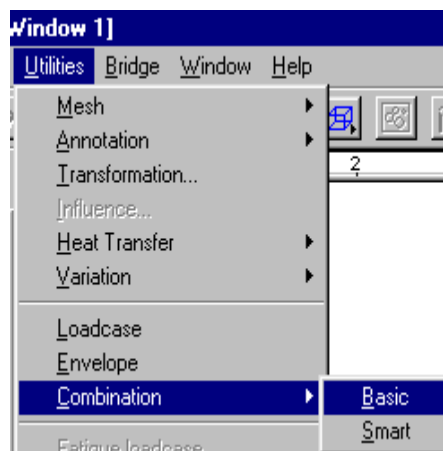

Fig. 52
- se deschide meniul **Utilities** (fig. 52)